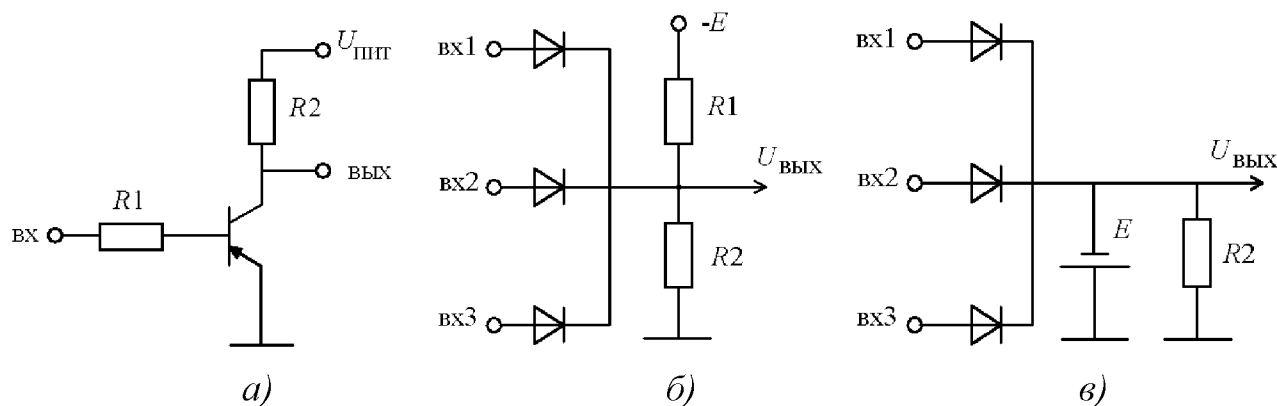

Рис. 2.20. Логические элементы
В основе логических схем лежит двоичная система. Для выполнения логических операций любой сложности достаточно иметь три блока (рис. 2.20), реализующих функции НЕ (отрицание), И (конъюнкция), ИЛИ (дизъюнкция). Логические операции могут производиться в различных блоках цифровых вычислительных машин (сумматорах, шифраторах и дешифраторах) выполненных на микросхемах и микропроцессорах.
2.5.22. Пояснить работу логических элементов представленных на рис. 2.20.
2.5.25. В схеме логического блока, реализующего логическую операцию НЕ, рис. 2.20, а, напряжение источника питания  $U_{\Pi} = 15$  В, сопротивление резисторов  $R_1 = 1$  кОм,  $R_2 = 100$  Ом. Определить значения входного напряжения, соответствующее закрытому и открытому состоянию транзистора типа  $p-n-p$ , если коэффициент передачи  $\beta = 50$ .
2.5.26. В схеме блока, реализующего логическую операцию И, рис. 2.20, б, напряжение делителя ( $R_2/R_1 = 5$ ) равно 15 В. Определить минимальное напряжение на выходах схемы, при котором напряжение на выходе меняет знак.
2.5.27. В схеме блока, реализующего логическую операцию ИЛИ, рис. 2.20, в, напряжение опорного источника  $E = -5$  В. Определить напряжение на выходе при подаче входного напряжения  $U_{\text{вх}} = 1,5$  В на каждый диод, если  $R = 100$  Ом. Чему равен ток в резисторе  $R$ , учитывая, что падением напряжения на диодах можно пренебречь?